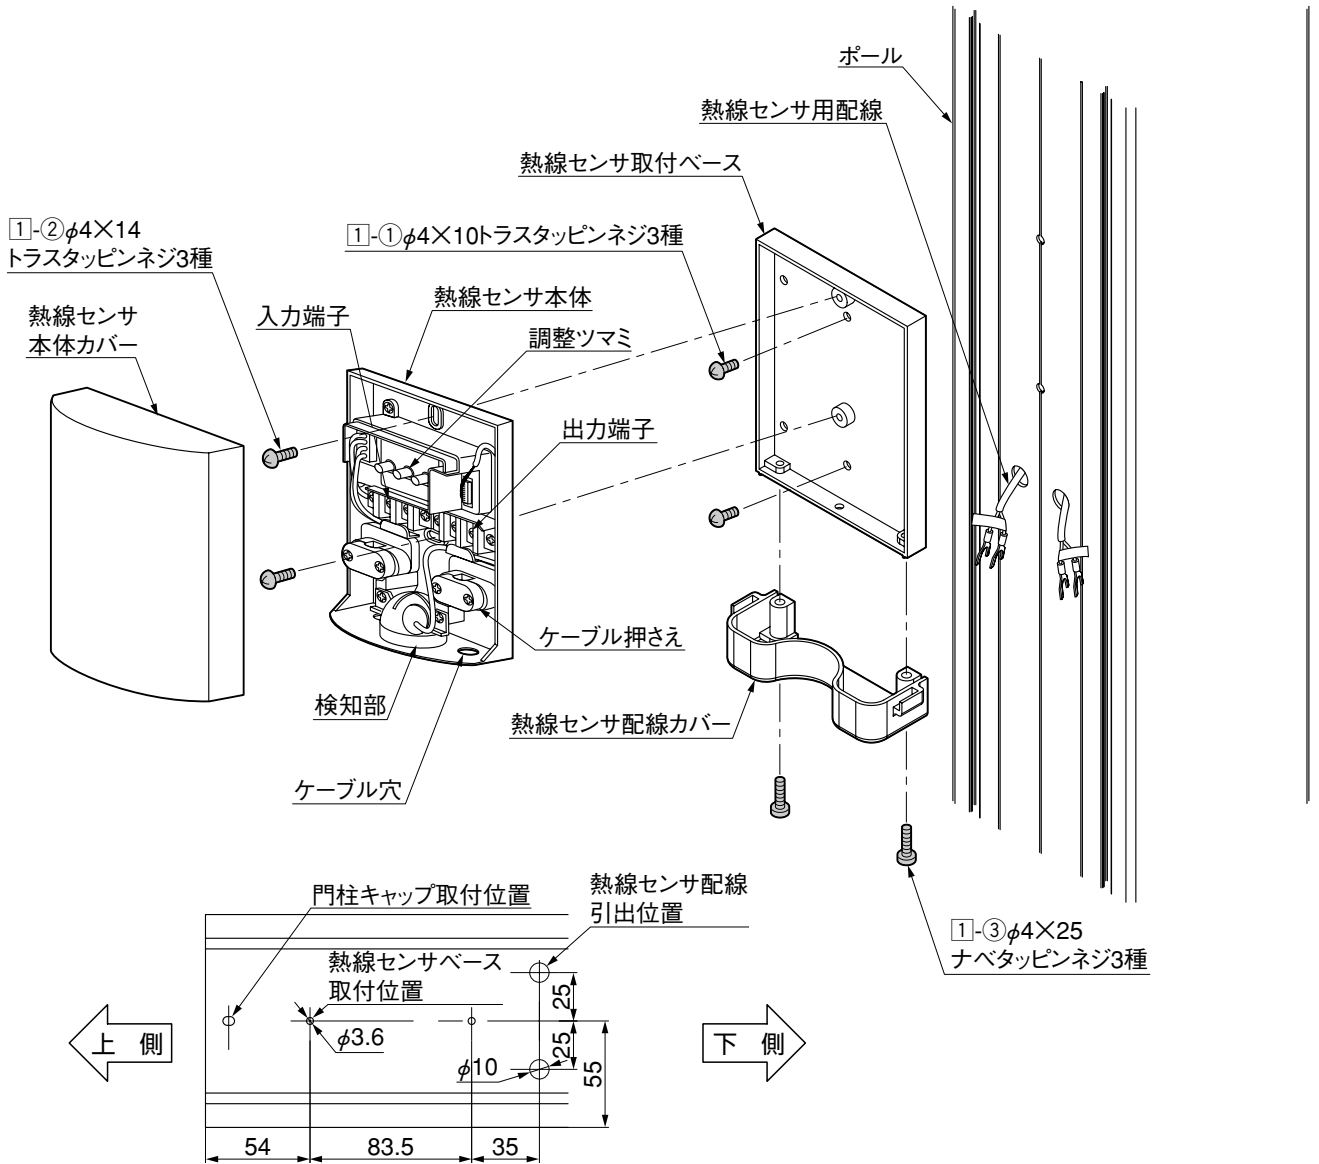

図3-1 孔加工位置
- ① 図3-1を参照して、ポールに孔加工してください。
- ② 熱線センサ用配線を配線引出し用の孔から引出してください。
- ③ 熱線センサ取付ベースを①-①でポールに取付けてください。
- ④ 熱線センサ本体カバーを外し、熱線センサ本体を熱線取付センサベースへ①-②で取付けてください。
- ⑤ 熱線センサ付属の取扱説明書にしたがって、配線を接続してください。
- ⑥ 熱線センサ取付ベースに熱線センサ配線カバーを①-③で取付けてください。
- ⑦ 熱線センサ本体カバーを取付けてください。